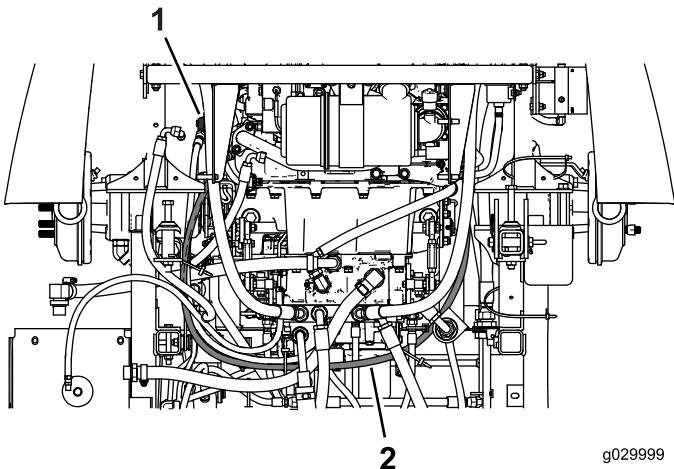

Figure 17
4. Acheminez le grand flexible hydraulique comme montré à la Figure 17.